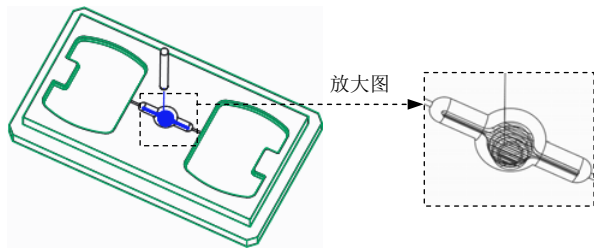

图 10.4.51 刀具的行走路线
Step3. 单击“播放路径”对话框中的  按钮, 观测刀具的行走路线, 如图 10.4.51 所示。演示完成后, 单击“播放路径”对话框中的  按钮。